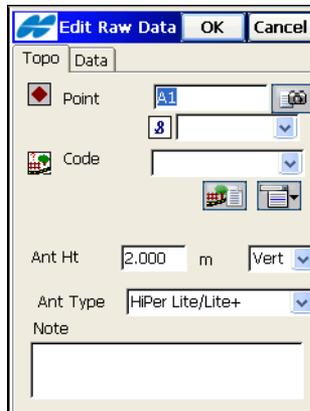

Abbildung 6-32. Bearbeiten von Rohdaten
6. Sie können im Fenster *Rohdaten editieren* (Abbildung 6-32 auf Seite 6-25) Notizen zum Punkt eingeben. Das Aussehen des Fensters (seine Parameter) richtet sich nach den zu bearbeitenden Rohdaten. (Beim Ändern von *Ant-H*, *tH*, *iH*,